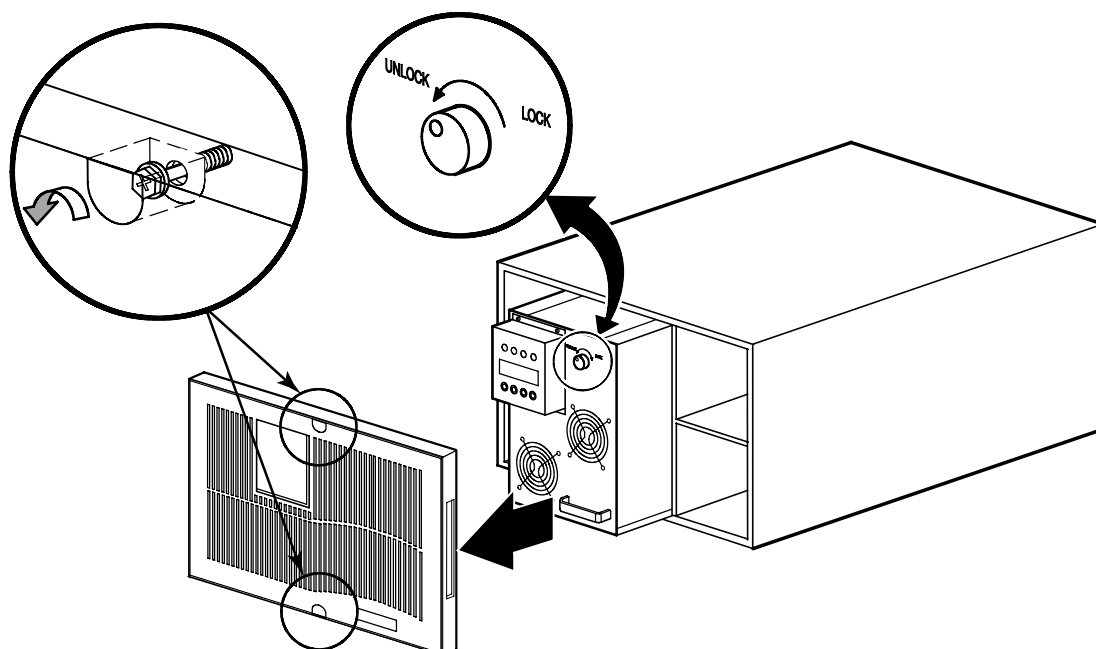

Figura 3. Rimozione del pannello frontale UPS e del modulo dei componenti elettronici
6. Smontare il pannello frontale UPS e il modulo dei componenti elettronici, quindi metterli da parte (vedere Figura 3).